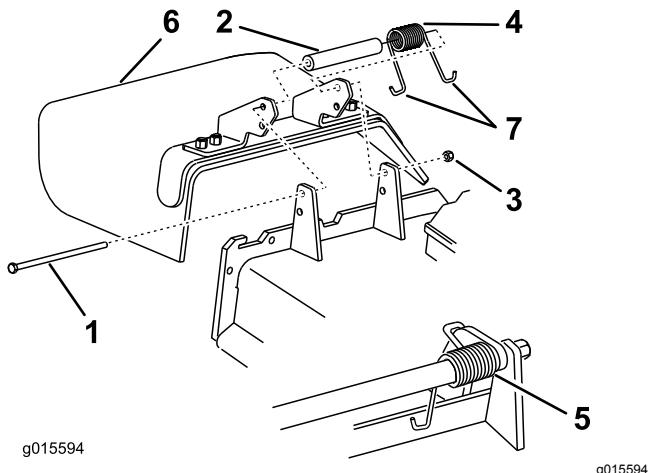

Figura 55
3. Retire la contratuerca, el perno, el muelle y el espaciador que sujetan el deflector a los soportes de pivote (**Figura 55**).
5. Coloque un gancho en J del muelle detrás del reborde de la carcasa (Figura 55).
**Nota:** Asegúrese de colocar un extremo en J del muelle detrás del reborde de la carcasa antes de instalar el perno, como se muestra en la Figura 55.
7. Coloque un gancho en J del muelle alrededor del deflector de hierba (Figura 55).